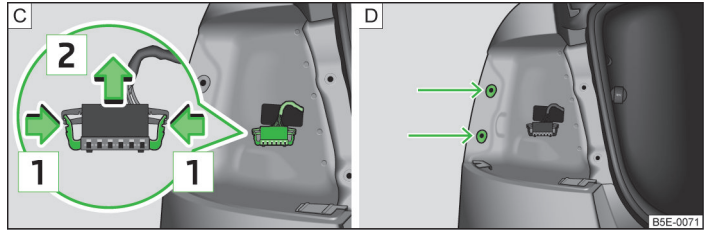

Abb. 220 Leuchtenstecker / Leuchte einbauen
- > Die beiden Verriegelungen am Stecker in Pfeilrichtung [1] zusammendrücken » Abb. 220 - [C].
- > Die Leuchte senkrecht in die Aufnahmen in der Karosserie einsetzen » Abb. 220 - [D].